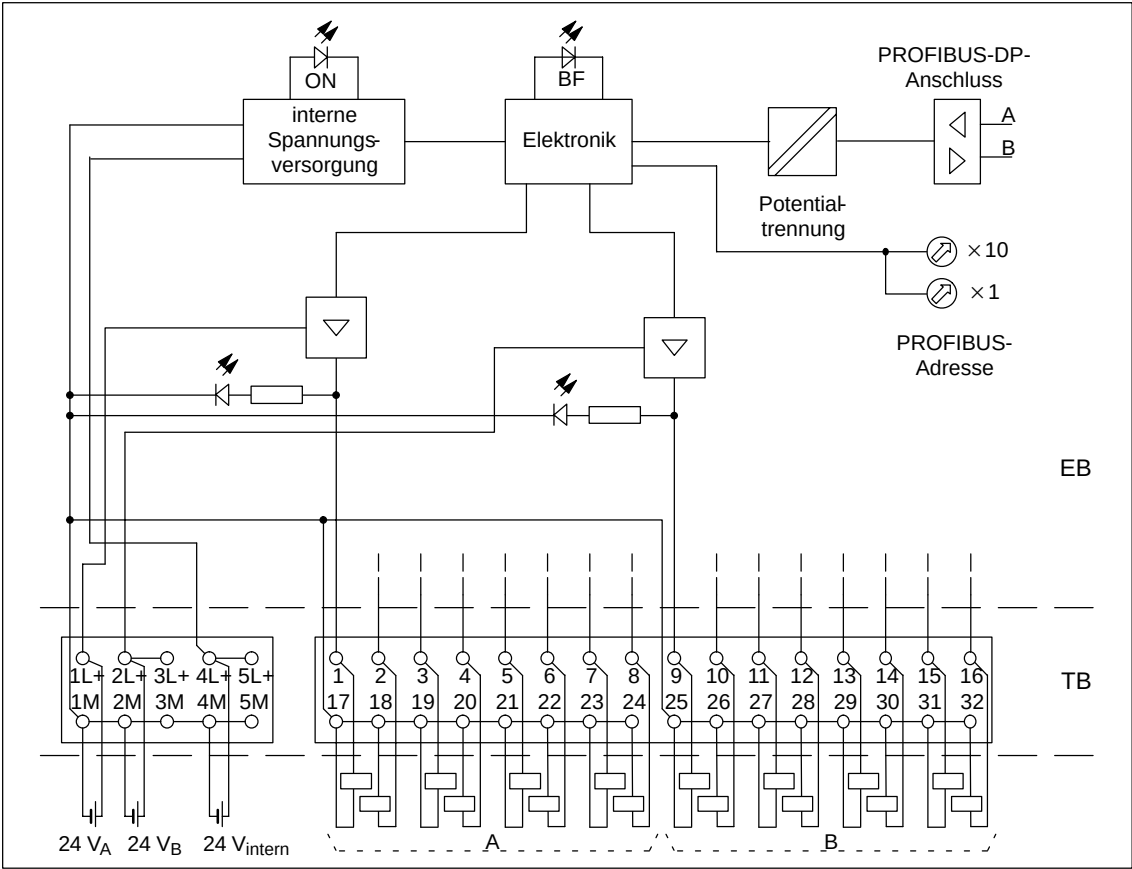

Bild 8-4    Prinzipschaltbild für Elektronikblock L 16 DO DC 24 V/0,5 A
**Prinzipschaltbild**      Bild 8-4 zeigt das Prinzipschaltbild.